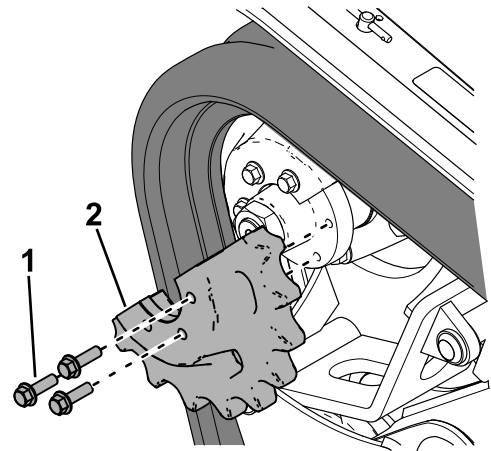

図 62
19. 取り外された駆動スプロケットハーフの固定ボルトのねじ山にロッキングコンパウンドを塗ってスプロケットハーフを取り付ける 図 62。ボルトを 95-115 N·m 9.7-11.7 kg·m = 70-85 ft·lb にトルク締めする。